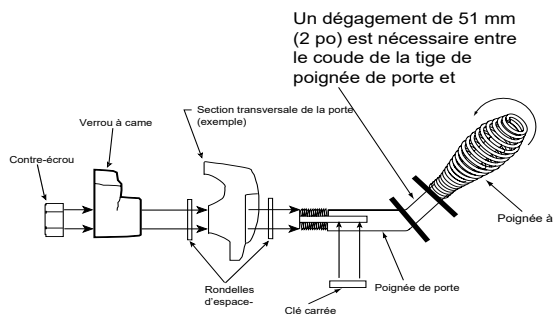

Figure 24.1
7. Installer le ressort de la poignée en tournant dans le sens antihoraire pour exigée de 2 pouces (51 mm) de dégagement localisation sur la poignée de la porte de la tige (**Figure 24.1**).